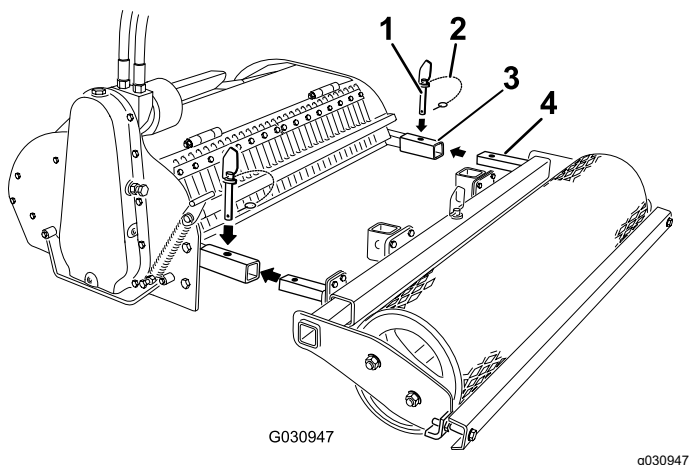

Figura 3
4. Remova os passadores de forquilha com anel de pressão dos pinos de derivação (Figura 3).
5. Remova os pinos de derivação dos braços do cultivador (Figura 3).
6. Deslize os braços do rolo para os braços do cultivador e conecte-os com os pinos de derivação (Figura 3).